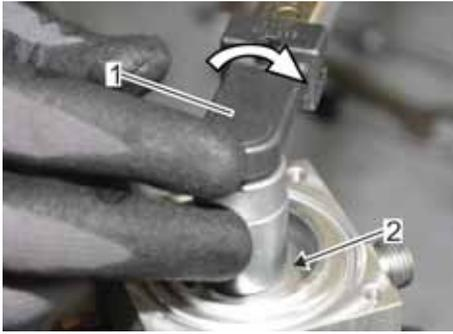

Abb. 91: Ventilsitz festdrehen
6. ➔ Den Ventilsitz (Abb. 91/2) mit einem Drehmomentschlüssel SW 17 (Abb. 91/1) mit dem vorgeschriebenen Wert (☞ Kapitel 7.4 „Anziehdrehmomente“ auf Seite 95) in Pfeilrichtung festdrehen.